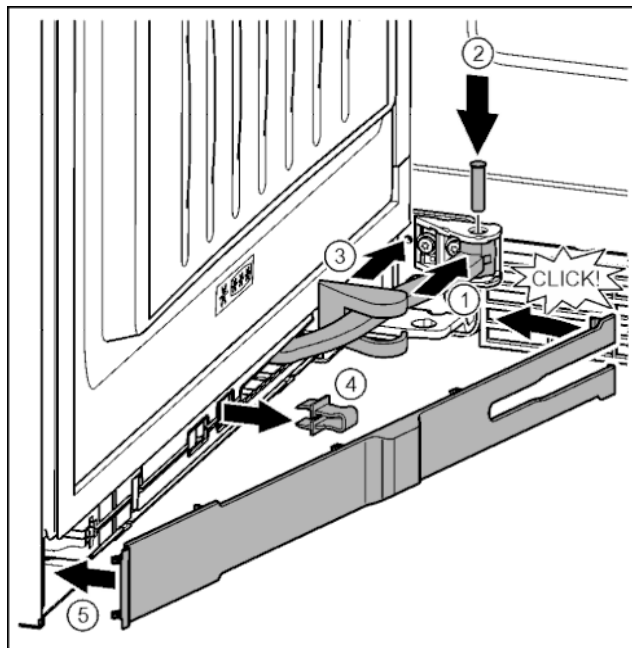

Fig. 44
- Повернуть шарнир в навеске. Fig. 44 (1)
- С помощью отвертки T15 вставить палец в навеску и шарнир. При этом следить за тем, чтобы выступ фиксатора занимал правильное положение в пазу. Fig. 44 (2)
- Переместить крышку опорного кронштейна вдоль шарнира и установить над навеской. Fig. 44 (3)
- Снять предохранитель. Fig. 44 (4)
- Установить накладку со стороны ручки и повернуть. Fig. 44 (5)